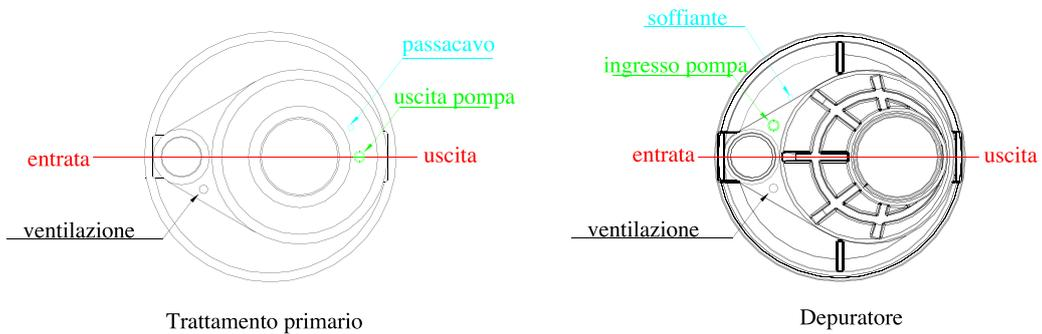

Fig.2 – Posizionamento collegamenti biogas, ossigenazione e pompa
### 4.2 Collegamento uscite biogas (ventilazione) (Fig.2)
- il collegamento deve essere effettuato utilizzando fascette di acciaio inox e tubo tipo rinforzato in gomma da 3/4" (19mm) o superiore, proteggendolo da schiacciamento e strozzature. Il collegamento al depuratore avverrà in corrispondenza del raccordo identificato dalla targhetta o scritta "soffiante" (Fig.2).